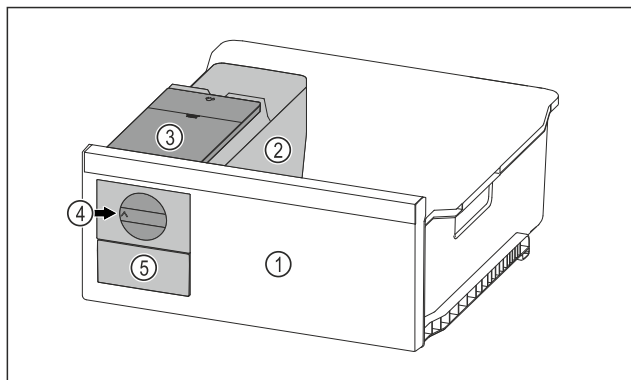

Fig. 61 例图
- ▶ 将旋钮 Fig. 61 (4) 顺时针转动到底。
- ▷ 冰块从方块冰盘落入冰块抽屉 Fig. 61 (5) 中。